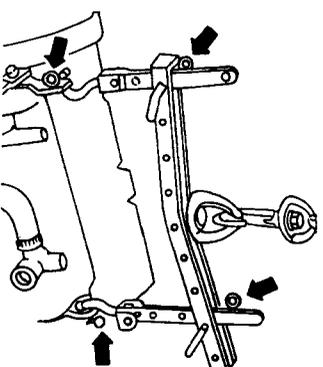

图 1-11 用吊架升起吊发动机
- (1) 拆下发动机左右后支架。
- (2) 拆下发动机前支架。
- (3) 按图 1-11 所示, 安装吊架杆, 起吊发动机。
- (4) 旋下连接螺栓, 拆下变速器。